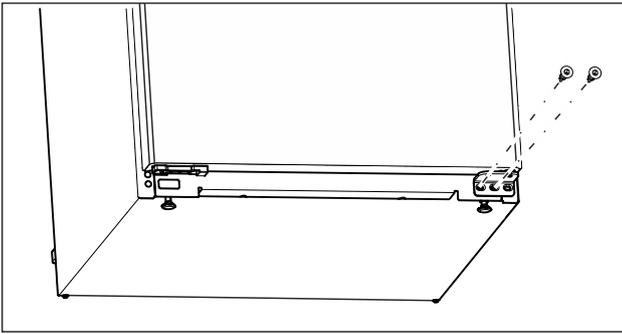

Fig. 12
- ▶ Am unteren Lagerbock die mittlere Schraube mit Schraubendreher Torx 20 herausdrehen. (siehe Fig. 12)
- ▶ Am unteren Lagerbock die innere Schraube mit Schraubendreher Torx 20 herausdrehen. (siehe Fig. 12)